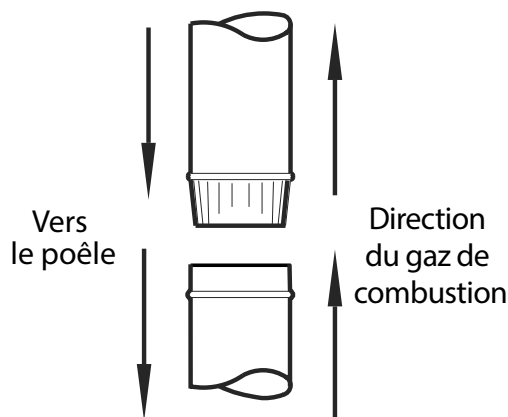

Figure 3. Orientation du raccord de cheminée.
- Chaque section de raccord doit être orientée l'extrémité mâle (sertie) pointant vers le poêle. Voir la figure 3.